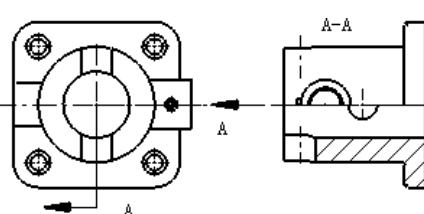

图 9.4.22 半剖视图
- 在选取剖面类型时，若选取的类型不同，会生成不同的半剖视图。当选取的剖面类型为 时，则生成的半剖视图如图 9.4.22 所示。